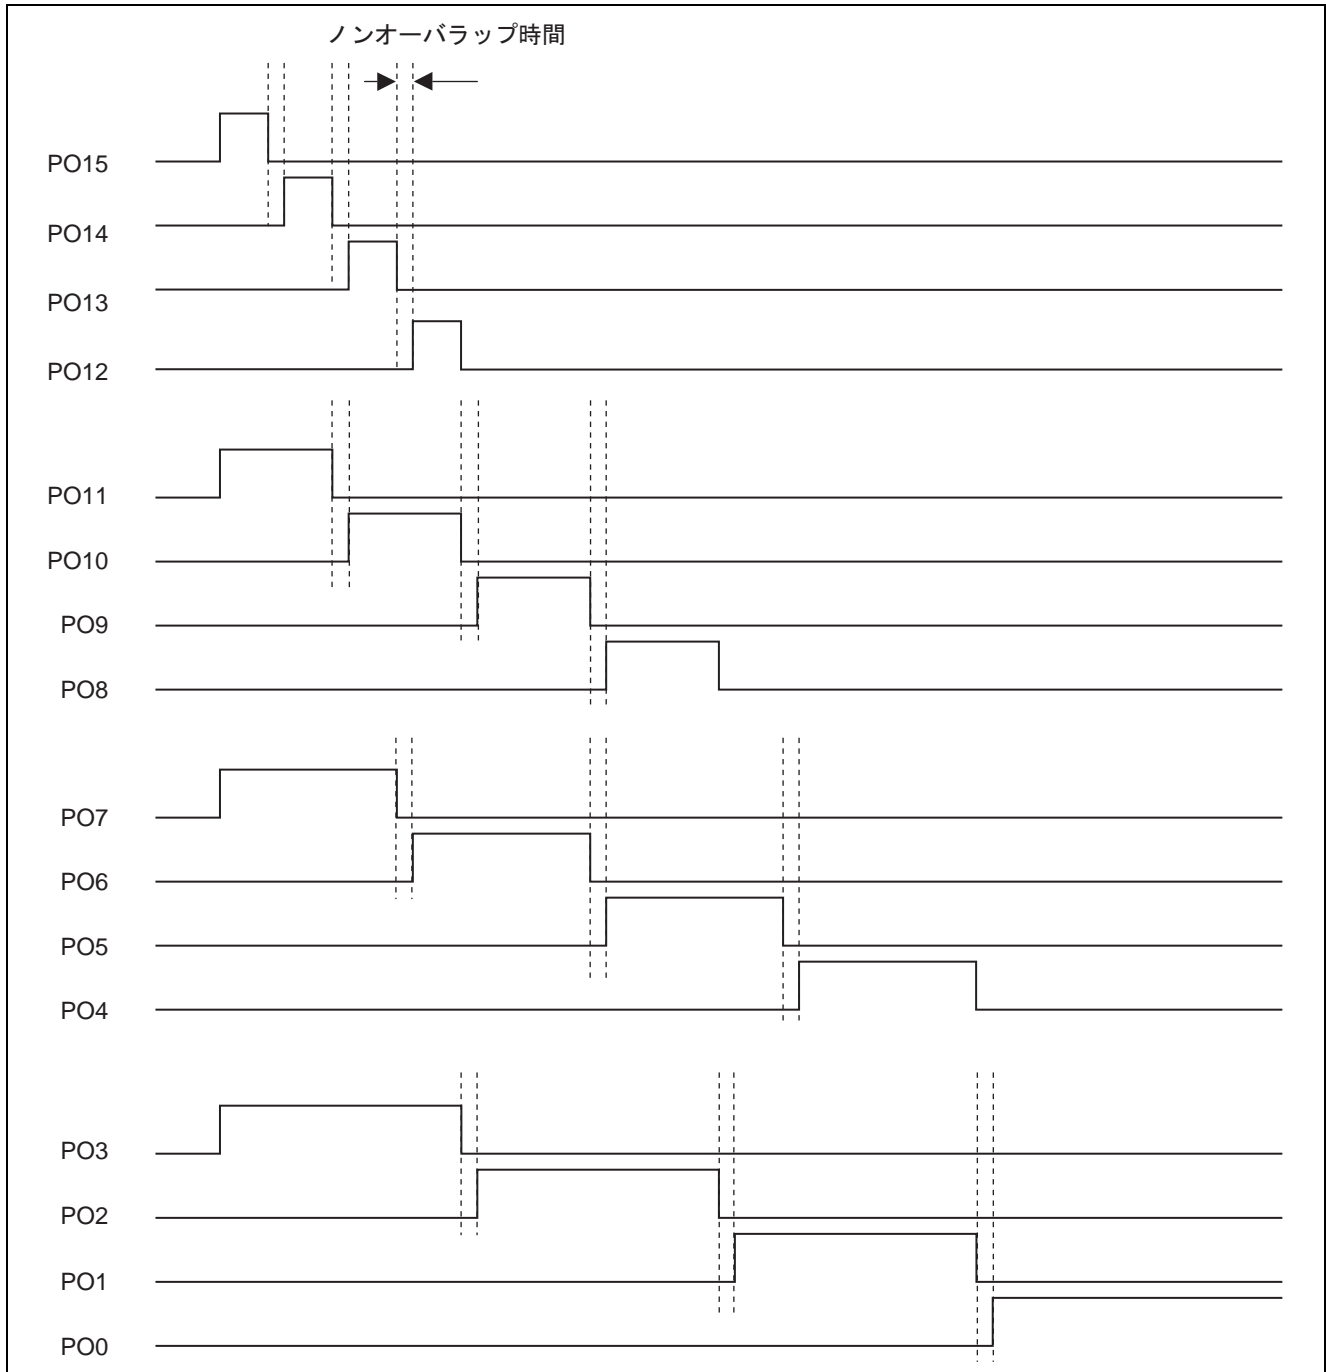

図 1 4 ビット × 4 系統出力例
- 図 1 に示すように、PPG 出力を使用して 4 ビット × 4 系統の非同期パルスを出力します。